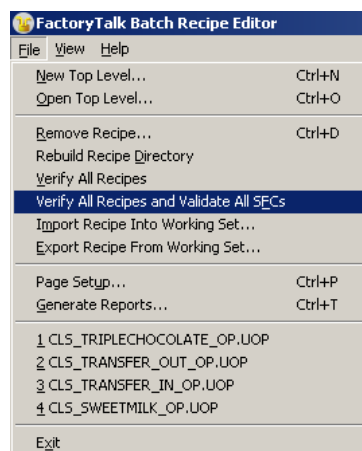

Figura 71. Validar todos los Réspedes.
- Luego seleccionar **verify All Recipes and Validate All SFCs**, según la interfaz mostrada en la Figura 71 y en las siguientes ventanas emergentes haga click en Aceptar y OK. Luego cerrar el Récipe Editor.